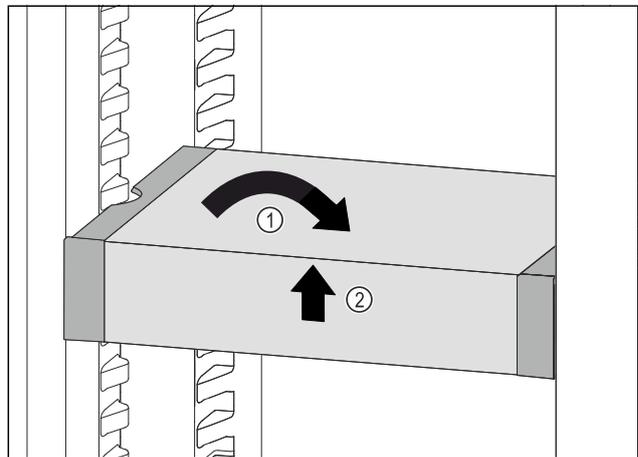

Fig. 93
- ▶ Вирівняти VarioSafe. Fig. 93 (1)
- ▶ Підняти VarioSafe спереду. Fig. 93 (2)